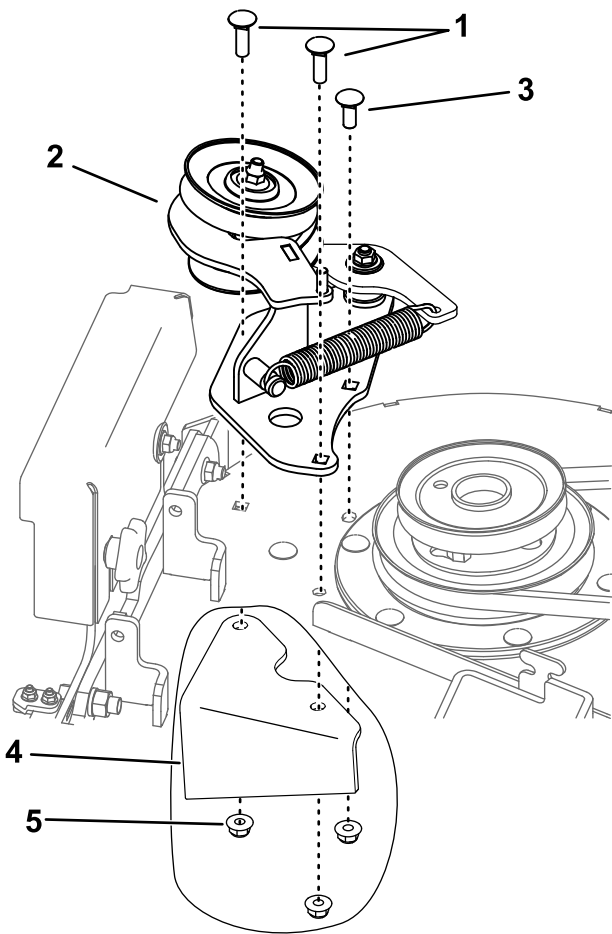

Bild 5
3. Befestigen Sie die Spannscheibe mit den drei vorher entfernten Muttern, einer Schlossschraube (3/8" x 1 1/4") und zwei Schlossschrauben (3/8" x 1") am Mähwerk (Bild 5).
- Befestigen Sie die Spannscheibe mit den drei vorher entfernten Muttern, einer Schlossschraube (3/8" x 1 1/4") und zwei Schlossschrauben (3/8" x 1") am Mähwerk (Bild 5).